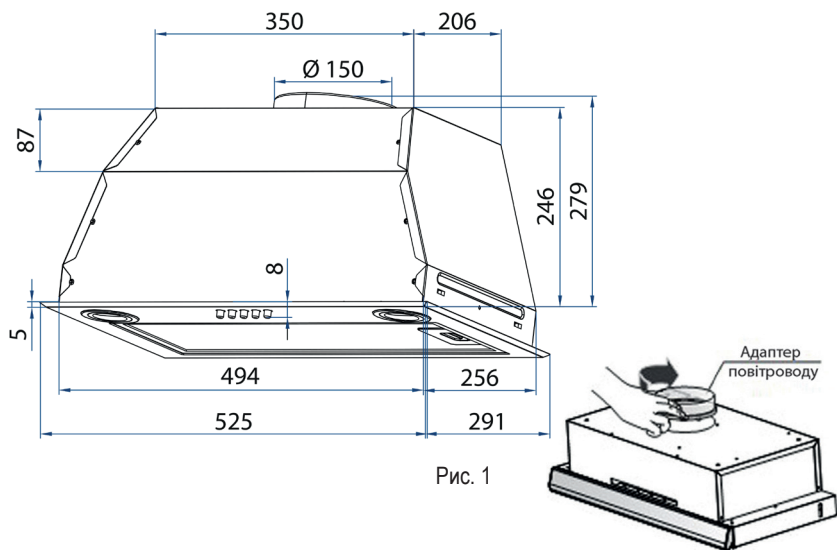

Рис. 1
1. Для вывода воздуха в режиме вентиляции необходимо вынуть заглушку из пластика. Вставить в открытое отверстие адаптер. (Рис. 1)
2. Сделайте отверстия в шкафу согласно эскиза. (Рис. 1)